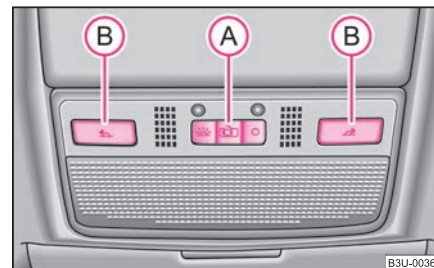

Fig. 40 Vano nell'imperiale: luci abitacolo anteriori
- Portare l'interruttore (A) ⇒ fig. 40 in posizione centrale
- Premere uno degli interruttori (B) ⇒ fig. 40 per accendere o spegnere la luce di lettura destra o sinistra.